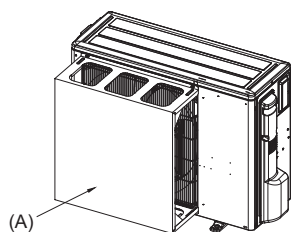
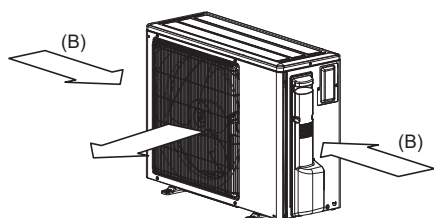

Fig. 2-5
Fig. 2-6
- (2) Installer un guide de protection d'air si l'appareil est placé dans un endroit où les vents violents d'une tempête, par exemple, pourraient s'engouffrer directement dans la sortie d'air. (Fig. 2-5)
- (A) Guide de protection de l'air
- (3) Placer l'appareil de sorte que la sortie d'air souffle dans la direction perpendiculaire à celle des vents saisonniers, si celle-ci est connue. (Fig. 2-6)
- (B) Sens du vent